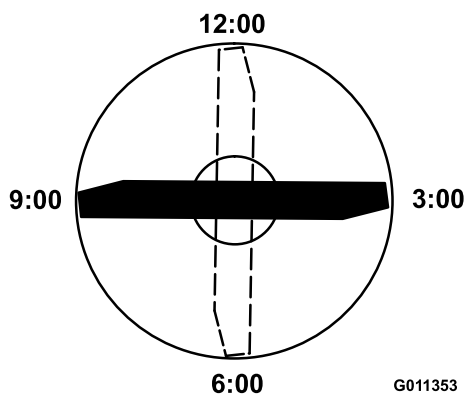

Рисунок 69
- Установите режущую кромку отмеченного конца ножа в положение «12 часов» (строго прямо по направлению скашивания) и измерьте высоту от стола до режущей кромки ножа (Рисунок 69).
- Поверните отмеченный конец ножа в положения «3 часа» и «9 часов» и измерьте значения высоты (Рисунок 69).